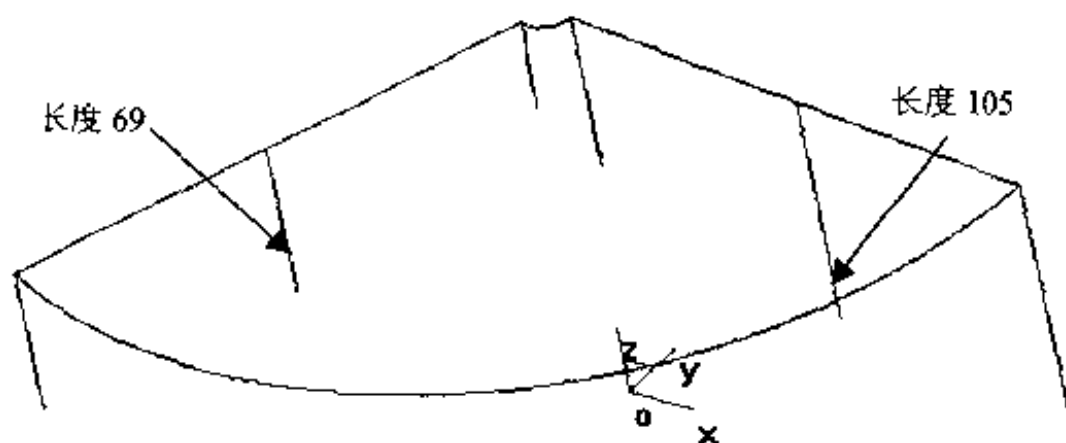

图 2.106 在直线的两个中点向负 Z 方向绘制直线
- (4) 分别在直线的两个中点向负 Z 方向绘制直线，长度如图 2.106 所示。